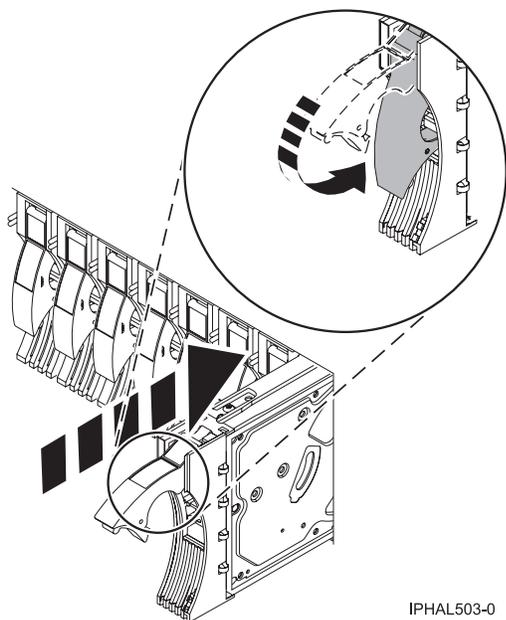

Figura 13. Instalar una unidad de disco en un modelo
15. Deslice la unidad de disco en la unidad del sistema hasta que no avance más, como se ve en la Figura 13.